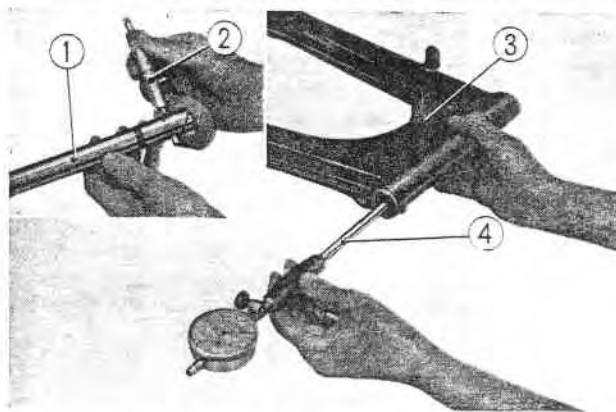

Fig. 12-9 ① Fourreau central
3. Mesurer l'alésage des bagues d'articulation à l'aide d'un calibre à comparateur et le diamètre extérieur du fourreau central à l'aide d'un palmer ; si les cotes obtenues ne sont pas dans les dimensions limites d'utilisation données ci-dessous, les pièces doivent être remplacées. (Fig. 12-9)